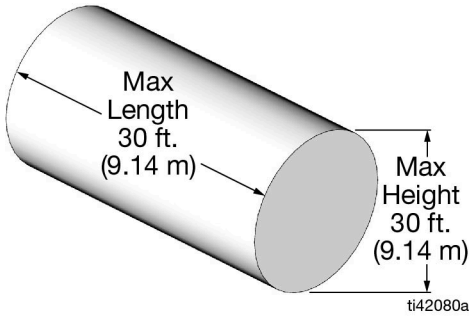

图 17
- 料桶端面的桶壁必须是平面，不能做成任何其他形状，如凸圆（图 17）。如果需要，可使用非标准料桶。